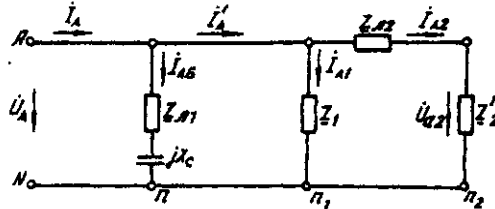

Рис. 4.5. Расчетная схема токов в фазе А с учетом батареи конденсаторов
При этом полное сопротивление в фазе батареи конденсаторов с учетом сопротивления линии $Z_{л1}$ (рис. 4.5) равно, Ом:
10. Определяем фазные (линейные) токи источника энергии при включенной батарее конденсаторов (см. рис. 4.5), А;